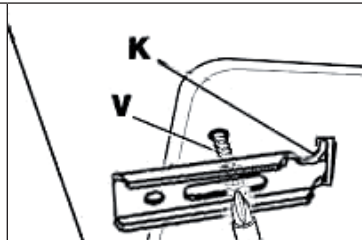

Abbildung 7
- Entfernen Sie den Schutzstreifen von der Dichtung. Führen Sie die Haken in die entsprechenden Gehäuse (K) am Kochfeld ein und setzen Sie diese in das Loch im Gehäuse ein. Befestigen Sie die Dichtung mit den entsprechenden Befestigungsschrauben (V) (siehe Abbildung 7).
- Um an das Schalterpult und das Netzkabel zu gelangen, muss das Kochfeld durch Lösen der entsprechenden Befestigungsschrauben (V) aus dem Gehäuse entfernt werden (siehe Abbildung 7).